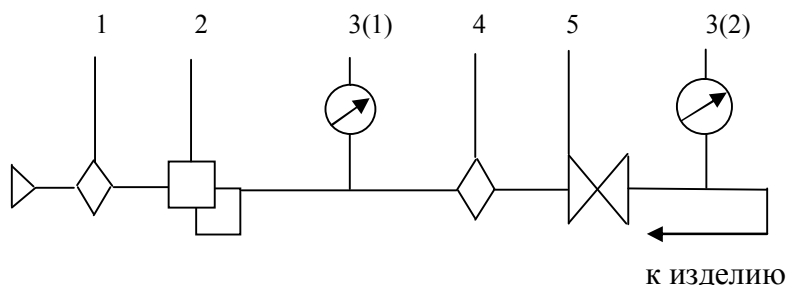

Рис.3
8.3.3. Воздух, подаваемый к молотку, должен иметь чистоту не ниже 5 класса загрязненности по ГОСТ 17433-80 и содержать индустриальное масло И-20А ГОСТ 20799-88 в количестве 3-4 капель на 1 м^3 или другую смазку, по своим свойствам не уступающую указанной. Рекомендуемая для подготовки воздуха аппаратура и схема ее установки приведена на рис.3. Воздухоподготовительная аппаратура должна обеспечить номинальную пропускную способность не менее $2,0 \text{ м}^3/\text{мин}$.